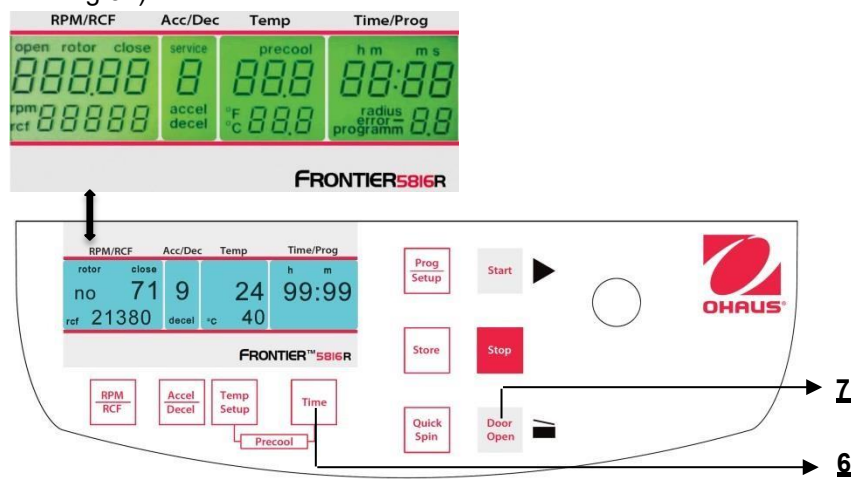

Abbildung. 32
Während die Zentrifuge ausgeschaltet ist, drücken Sie gleichzeitig die Tasten **"Time"**(6) und **"Door Open"** (7) und schalten Sie die Zentrifuge am Hauptschalter ein. Lassen Sie nun beide Tasten los und als ein Ergebnis hiervon wird ein Anzeigetest von ungefähr 5 Sekunden durchgeführt. Alle Indikatoren werden gleichzeitig erscheinen (siehe Abbildung 32).